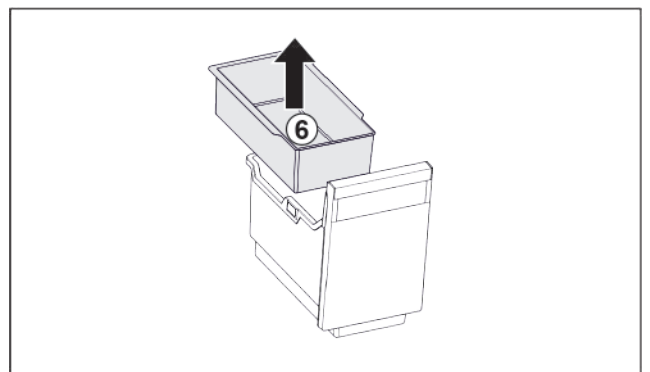

Fig. 19
- ▶ Вийняти підвісний лоток Fig. 19 (6).